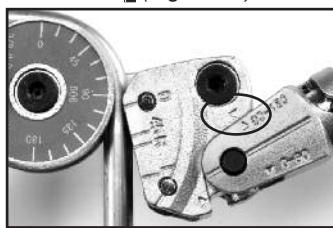

Figure 13 – Tourner le manche
2. Ramenez le manche du porte-galet de l'autre côté du porte-galet jusqu'à ce que le repère triangulaire « 90° - 180° » du manche s'aligne avec le repère triangulaire du porte-galet (Figure 13).